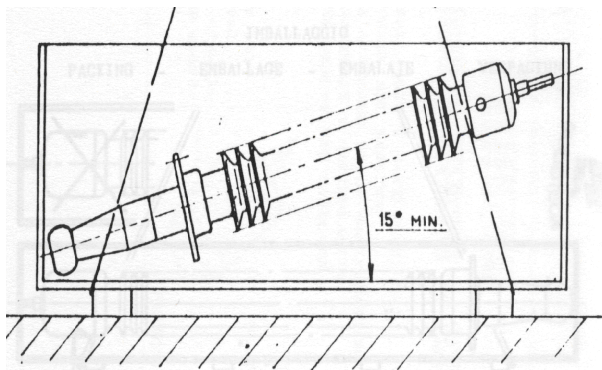

Figura 1. Transporte Inclinado.
- Transportarlos en posición horizontal, con una inclinación de 15 grados con respecto a la horizontal, con la cámara superior mirando hacia arriba, Ver Figura 1.